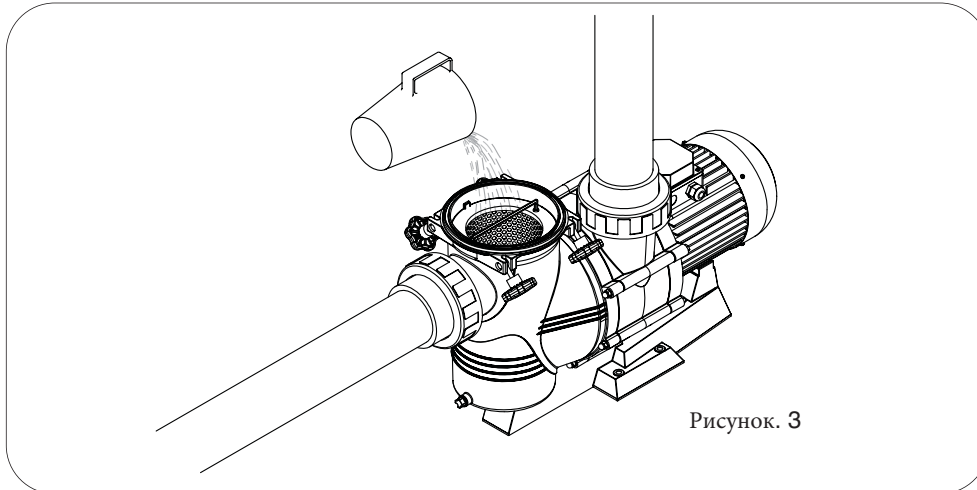

Рисунок. 3
- ! • Для правильной работы насос должен быть заполнен до тех пор, пока вода не начнет подниматься из всасывающей трубки (рис. 3).
- Насосы никогда не должны работать без предварительного заполнения водой, так как в противном случае это может привести к повреждению механического уплотнения и, в конечном итоге, к утечке воды. (Рис.3)